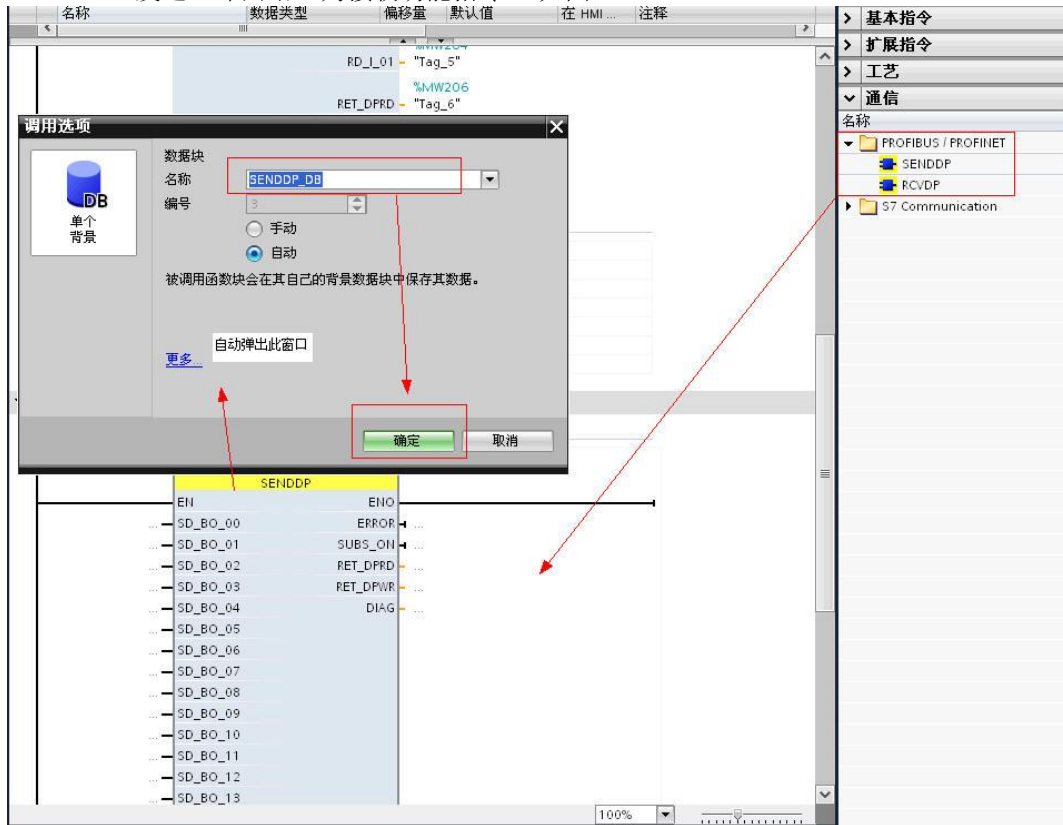

图 2-19 调用发送指令
4) 在网络 2 中，调用 SENDDP 数据接收功能指令，注意：F 程序，必须先接收，再发送，即网络 1 为接收功能指令，如图 2-19